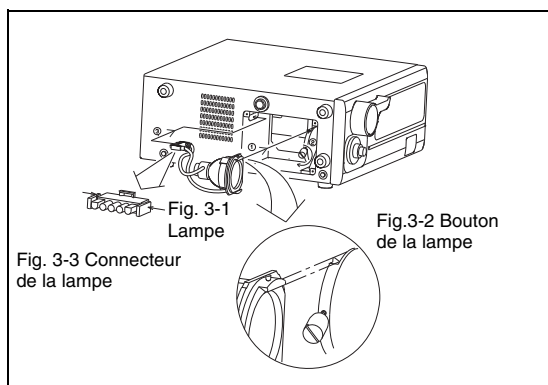

Fig.3 Comment fixer la lampe
3) Presser les deux côtés du connecteur avec la marque V vers le haut comme indiqué dans la Fig.3, et insérer délicatement le connecteur dans la douille (Fig.3-3).